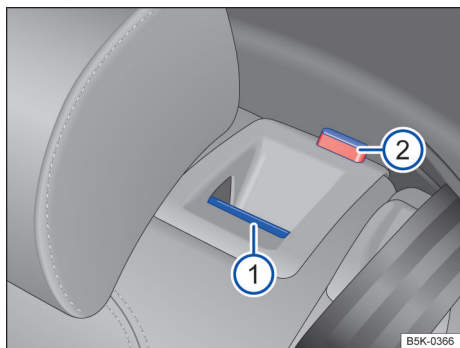

Fig. 78 No encosto do banco traseiro: botão de desbloqueio ①; marca vermelha ②.
- Puxe o botão de desbloqueio → Fig. 78 ① para frente e, ao mesmo tempo, rebata o encosto para frente.
- A parte em questão do encosto está desbloqueada quando é vista a marca vermelha ②.
O encosto do banco traseiro está desbloqueado quando é vista a marca vermelha → Fig. 78 ②.